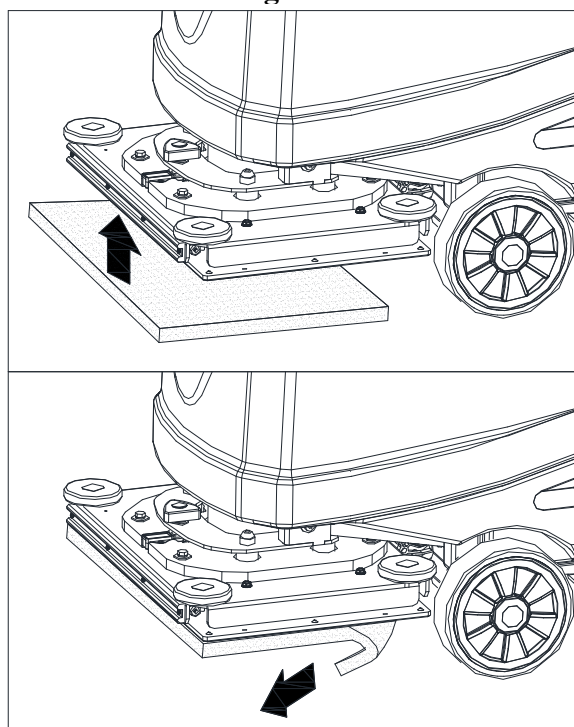

Figura 5.1
1. Sollevare la piattaforma premendo l'interruttore (46).
2. Installare e disinstallare il cuscinetto (A, Figura 5.1).